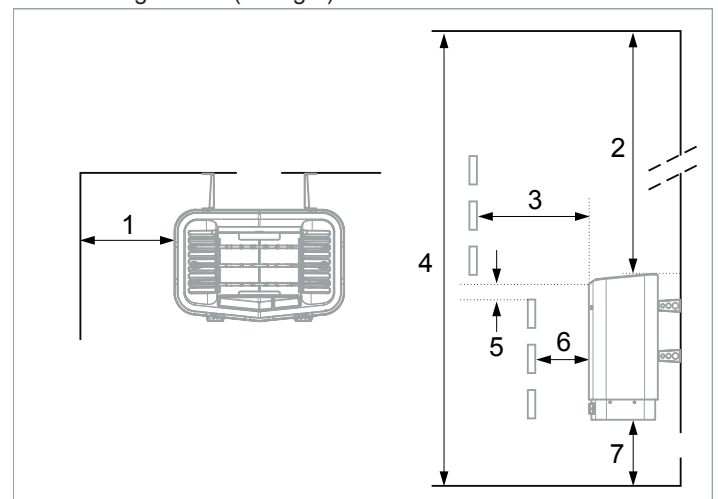

Fig 2: Emplacement du poêle – montage normal
- à une distance suffisante du sol, des cloisons latérales et des aménagements (cf. Fig 2).